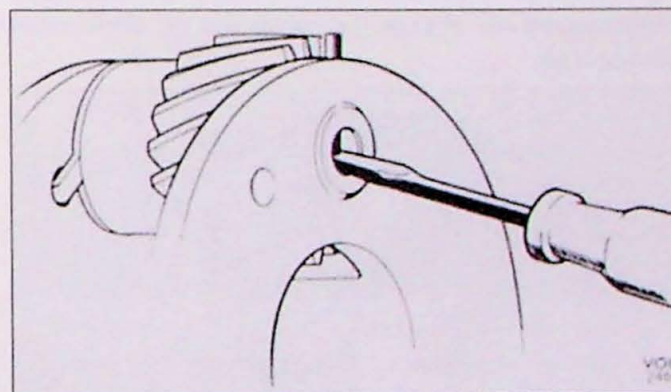
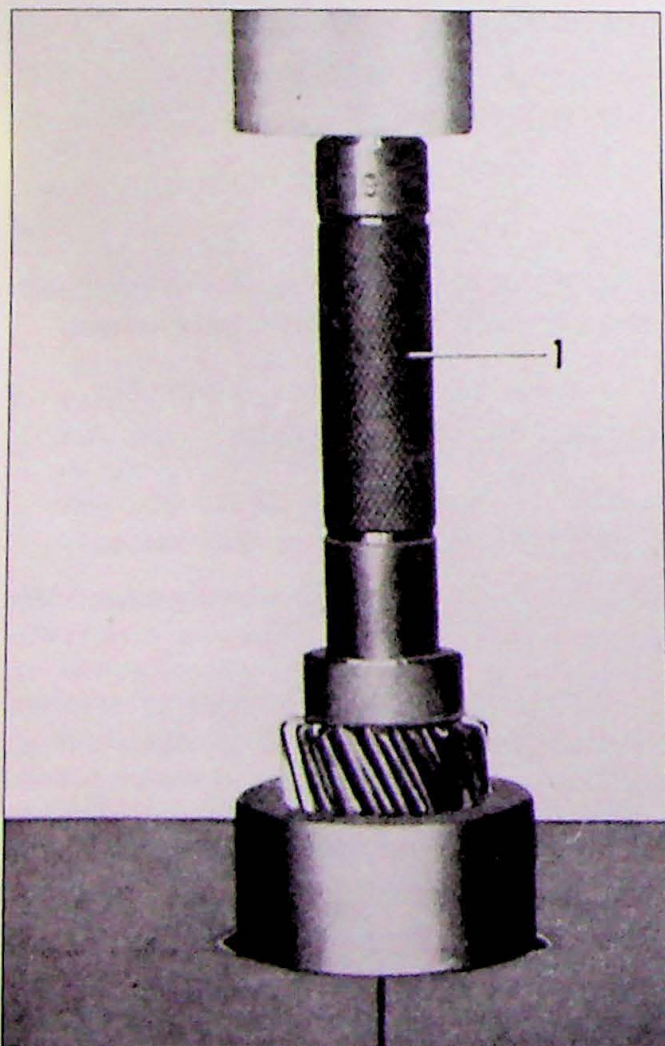

Fig. 7.7. Demontage van de borgpennen en de planeetwielassen.
Fig. 7.8. Demontage van het naaldlager in het planeettandwiel. 1. doorn SVO 2417
5. Licht nu het planeetwiel en de houder. Verwijder de borgstiften voor de planeetwielassen door ze eruit te drukken met een pen of iets dergelijks (Fig. 7.7) en neem deze daarna met een tang eruit. Als dit niet mocht lukken kunnen de stiften worden uitgeboord met een passende boor. Pers de planeetwielassen uit en verwijder het planeetwiel. De naaldlagers van het planeetwiel kunnen worden uitgeperst met SVO 2417 (Fig. 7.8).